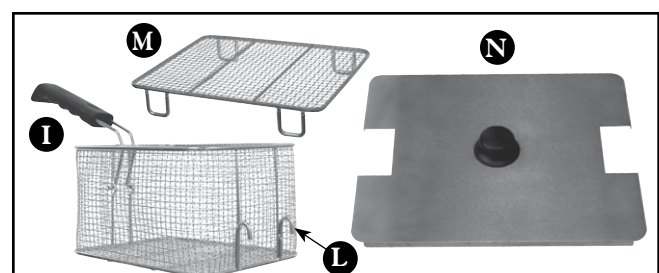

Figure 4. Panier et Accessoires
- L CROCHETS DE PANIER** (Figure 4)
- N COUVERCLE DE PUIITS** (Figure 4)